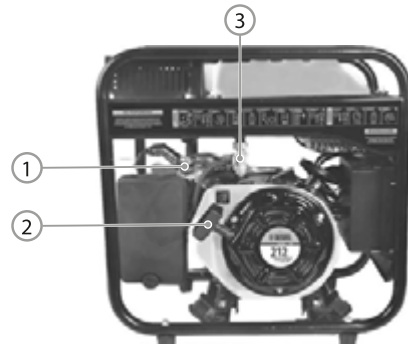

Рис. 7
7. Переведите топливный кран 3 (рис. 7) в положение «Открыто».
8. Переведите рычаг воздушной заслонки 1 (рис. 7) в положение «Закрыто».
10. Медленно вытаскивайте шнур ручного стартера 2 (рис. 7) до появления сопротивления, а затем быстрым рывком потяните его.
11. Дайте двигателю поработать в течение 3–5 минут, чтобы прогреть его. По мере прогрева двигателя постепенно передвиньте рычаг воздушной заслонки 1 в положение «Открыто» (рис. 7).